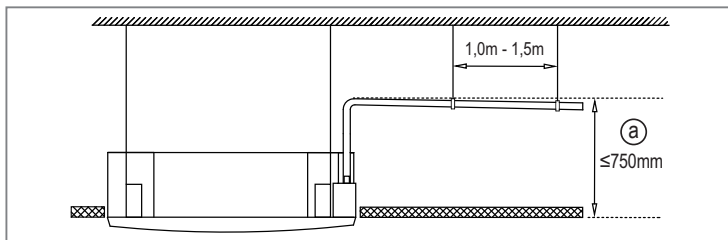

FIG. 27
- Se a saída do tubo de drenagem for mais alta do que a junta da bomba da unidade, utilize um tubo de elevação para a saída de exaustão da unidade interna. O tubo de elevação deve ser instalado a uma altura menor que 750mm em relação ao teto/forro ("a" na Fig. 27). Caso a instalação não seja feita de maneira correta poderá causar retorno de água para a unidade e possível transbordamento (unidade interna "gotejando").